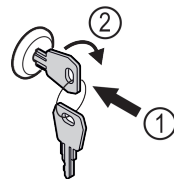

Fig. 207
- 按入钥匙。 Fig. 207 (1)
- 将钥匙顺时针转动 90°。 Fig. 207 (2)